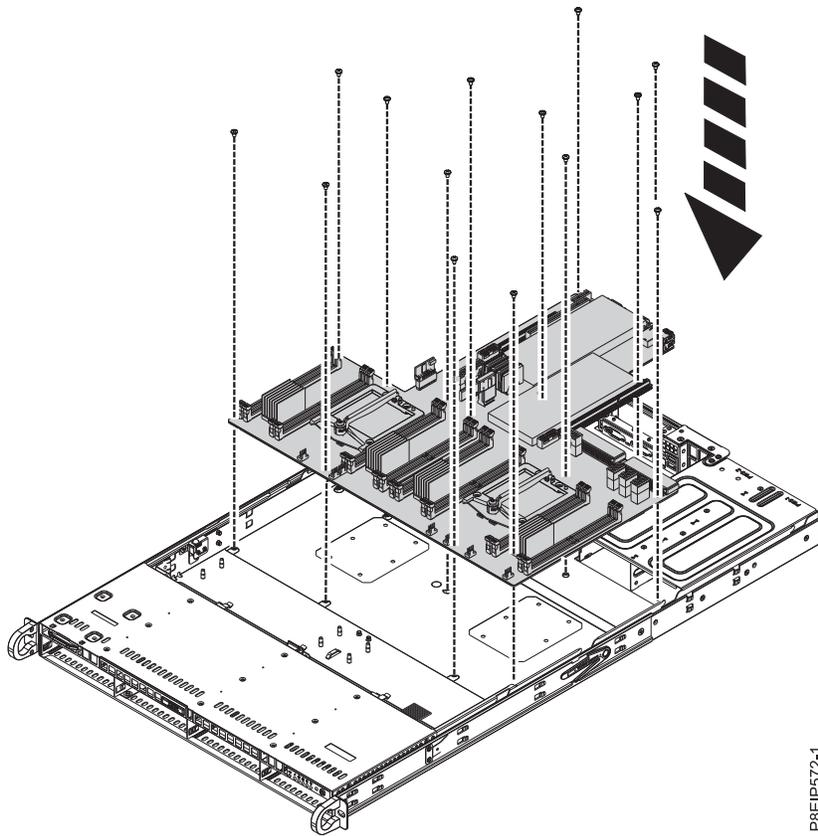

Figura 57. Sustitución de la placa posterior del sistema
12. Mientras tira de los cables frontales y aguanta con cuidado el dissipador térmico, baje la placa posterior del sistema en el chasis, deslizándola un poco hacia atrás. Consulte la Figura 57 en la página 53.